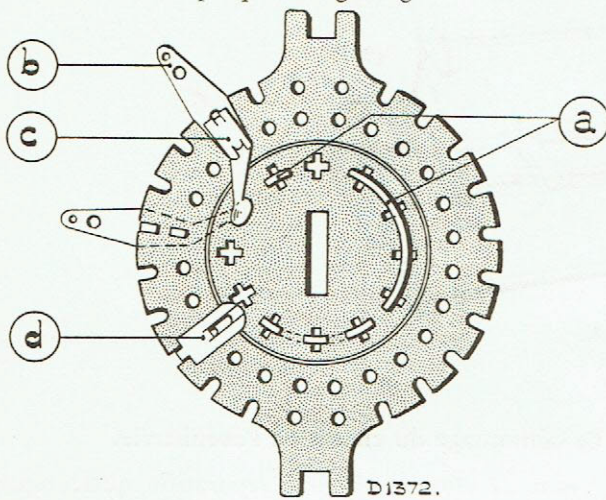

Fig. 10
- Une unité (de commutation) se compose d'un rotor et d'un stator (fig. 10).